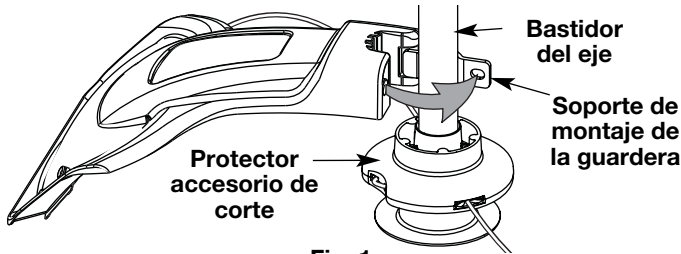

Fig. 1
1. Coloque el protector del accesorio de corte en el bastidor del eje. Cerciérese de que el soporte de montaje de la guardera se deslice en la ranura situada en el borde del protector de corte. Gire el protector en sentido antihorario hasta que quede en su lugar (Fig. 1). Los orificios en el soporte de montaje de la guardera y el protector del accesorio de corte se alinearán.